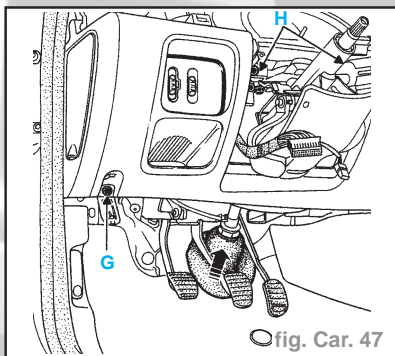

fig. Car. 47
- les vis de fixation inférieures (G) (fig. Car. 47)
- les vis de fixation (H)